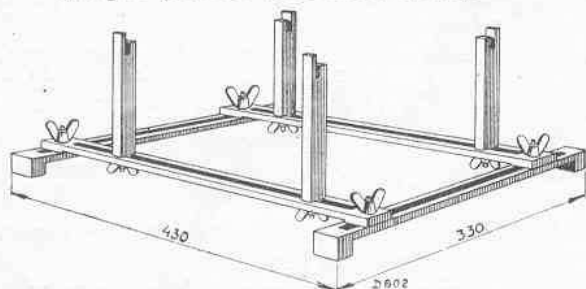

Fig. 2
2. Le récepteur ne doit jamais reposer sur les cylindres des bobines; utiliser donc, pendant la réparation, un petit banc de montage, de préférence, le petit banc universel que représente la fig. 2 (No. de code 09.991.000).